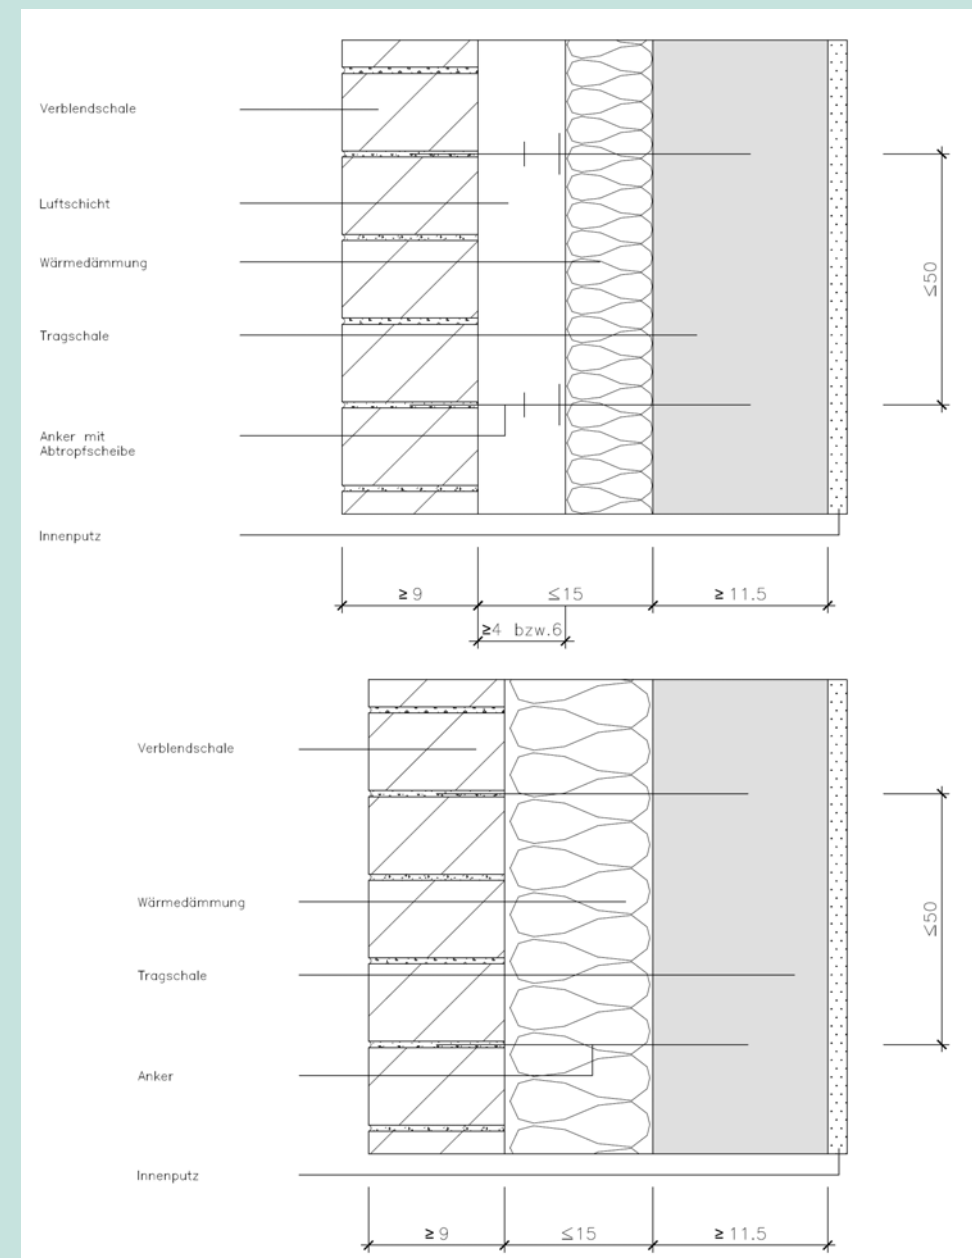

Abb. 7 - Zweischalige Außenwand mit Wärmedämmung und Luftschicht(o), mit Kerndämmung(u)
- 3) Zweischalige Mauerwerks- und Klinkerfassaden (Abb. 7, 8)